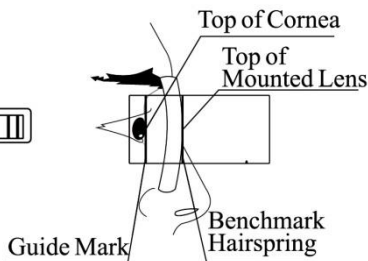

Fig. 9b.
c. După ce direcționarea este terminată. Opticianul glisează pupila stânga/dreapta Tasta de măsurare pentru a coincide arcul Benchmark cu partea superioară a lentilei (Fig.9b). Distanța de la vârful corneei până la lentila montată poate fi obținută prin scăderea grosimii lentilei din valoarea afișată digital în acel moment.